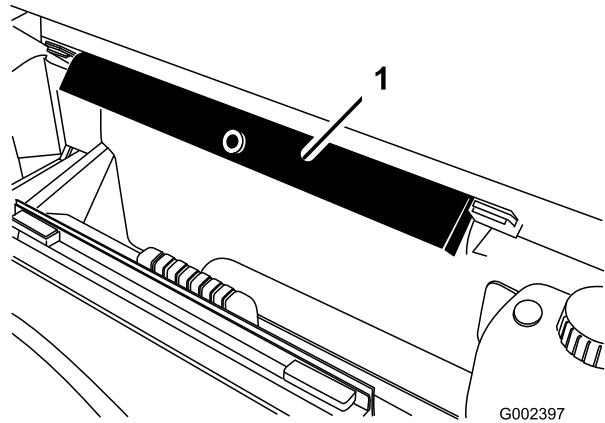

図 2
- ROPS パネルの後ろについている保管用ブラケットから液剤タンクを取り外す（図 2）。
2. タンクサポートをROPS パネルの後ろについている保管用プラケットに戻す（図 2）。